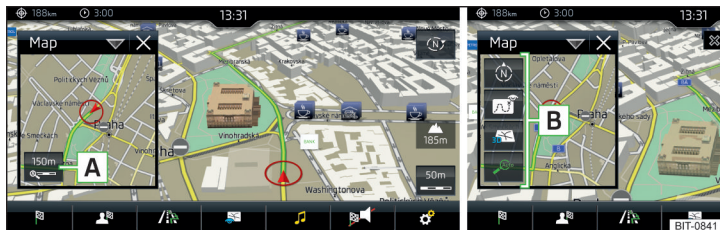

Fig. 238 Carte dans la fenêtre supplémentaire
► Dans la fenêtre supplémentaire, appuyez sur la touche de fonction **A** » fig. 238.